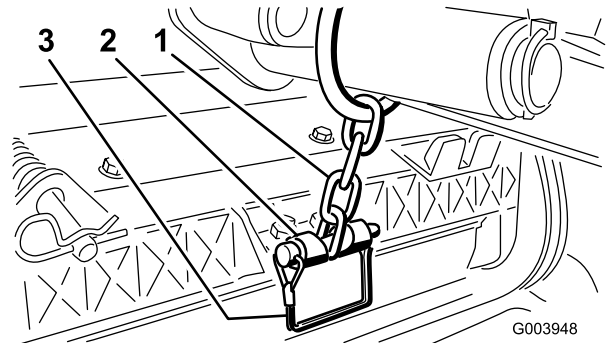

Bild 12
14. Befestigen Sie die Hubarmkette Ständer mit dem Einraststift an der Kettenhalterung (**Bild 12**).